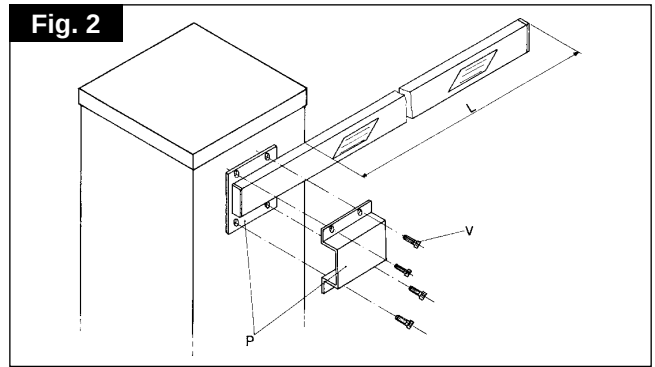

Fig. 4
3) DISPOSIZIONE DELL'IMPIANTO ELETTRICO (vd. fig. 4)